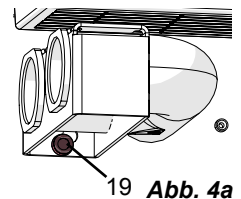

Abb. 4a
- ⇒ Rändelschraube (19, Abb. 4a) herausdrehen.
- ⇒ Halterung mit Rändelschraube (19, Abb. 4a) sichern.